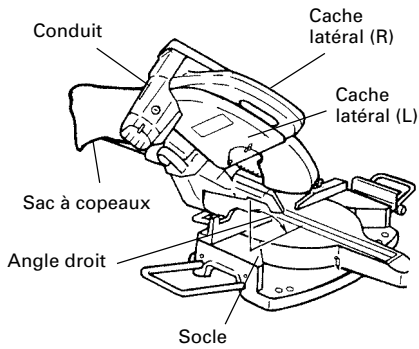

Fig. 40
- (1) Si le sac à copeaux est plein, les copeaux sortent du sac quand la lame tourne. Vérifier le sac à copeaux périodiquement et le vider avant qu'il ne soit plein.
- (2) Lors d'une coupe de biseau ou d'une coupe mixte, fixer le sac à copeaux à angle droit sur la surface du socle comme indiqué à la Fig. 40.